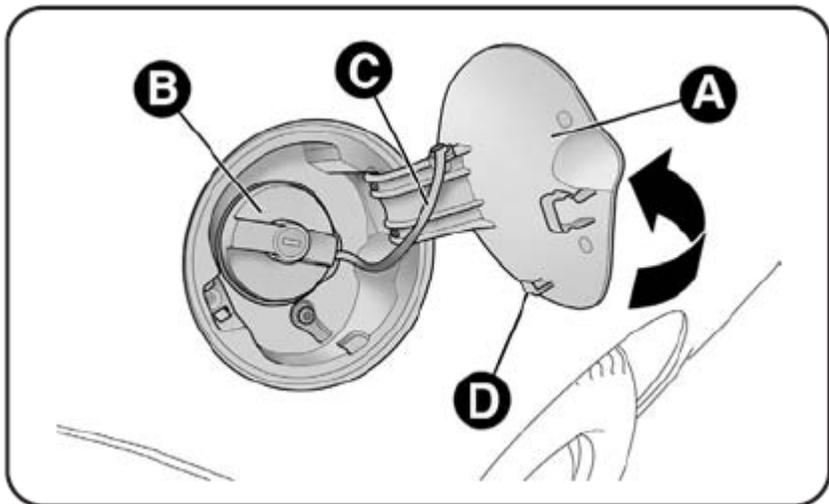

Рис. 74
- 1) Откройте дверцу А – рис. 74 и потяните ее к внешней стороне, удерживая пробку В, вставьте ключ зажигания в замок и повернуть его против часовой стрелке.